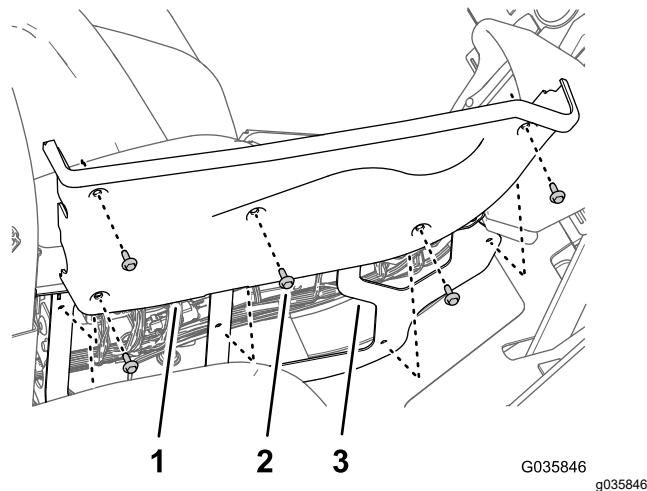

Bild 39
- Entfernen Sie die fünf Bundkopfschrauben ($\frac{1}{4}$ " x $\frac{3}{4}$ "), mit denen die rechte Abdeckung an der mittleren Konsole befestigt ist (Bild 39).
- Entfernen Sie die Kippschalter für die rechten und linken Bedienelemente für das Anheben des Auslegers von der mittleren Konsolenplatte (Bild 39).
6. Fluchten Sie die Löcher in der rechten Abdeckung mit dem Rahmen der mittleren Konsole aus (Bild 39).
7. Befestigen Sie die seitliche Abdeckung mit den fünf Bundkopfschrauben ($\frac{1}{4}$ " x $\frac{3}{4}$ "), die Sie in Schritt 1 entfernt haben, an der mittleren Konsole (Bild 39).